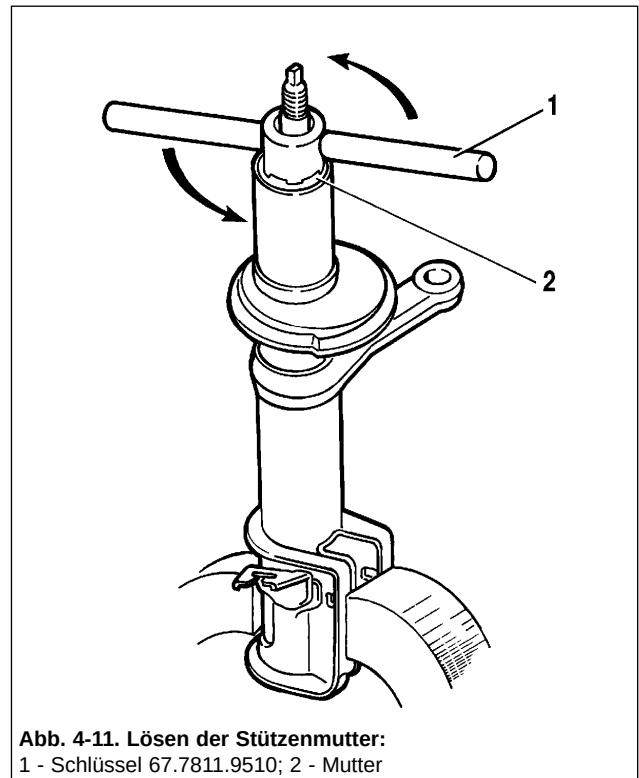

Abb. 4-11. Lösen der Stützenmutter:
- die Gehäusemutter mit dem Schlüssel 67.7811.9510 (Abb. 4-11) abschrauben, den Kolben mit der Kolbenstange aus dem Gehäuse herausnehmen;